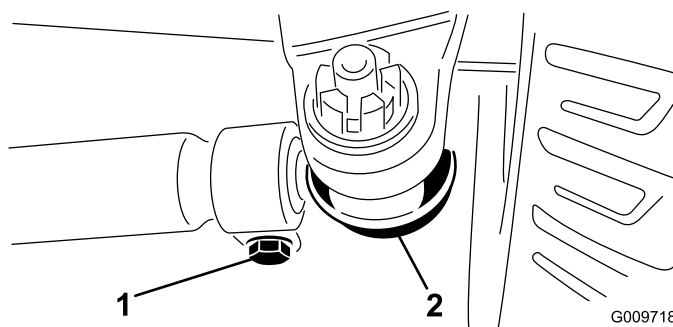

Figura 48
2. Para ajustar, remova o contrapino e a porca de cada uma das rótulas da barra de ligação (Figura 48). Remova a junta da barra de ligação do suporte do eixo.
3. Desaperte as abraçadeiras que estão em ambas as extremidades das barras de ligação (Figura 48).
4. Rode uma (1) vez a rótula separada, para dentro ou para fora. Aperte a abraçadeira na parte solta da barra de ligação.
5. Rode uma (1) vez todo conjunto da barra de ligação na mesma direcção (para dentro ou para fora). Aperte a abraçadeira na extremidade ligada da barra de ligação.